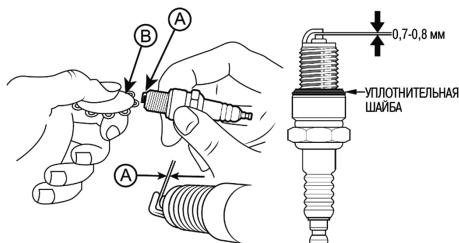

Рис. 22 Проверка зазора между электродами
- Измерьте зазор А между электродами свечи зажигания специальным щупом В. Зазор А должен быть $0,7 - 0,8$ мм (Рис. 22). При увеличении или уменьшении требуемого зазора, рекомендуется заменить свечу, так как регулировка зазора может привести к изменению качества искрообразования.